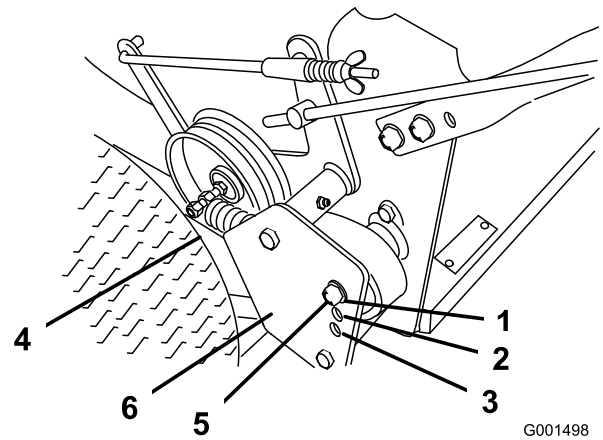

Figure 10
4. Débranchez le ressort d'entraînement du boulon de réglage (Figure 10).
5. Enlevez le contre-écrou de fixation du boulon de réglage à la protection de la poulie d'entraînement (Figure 10).
- Remarque:** La tension de la courroie de transmission aux roues est au minimum quand l'ensemble boulon est en Position A. La tension augmente aux Positions B et C (Figure 10).